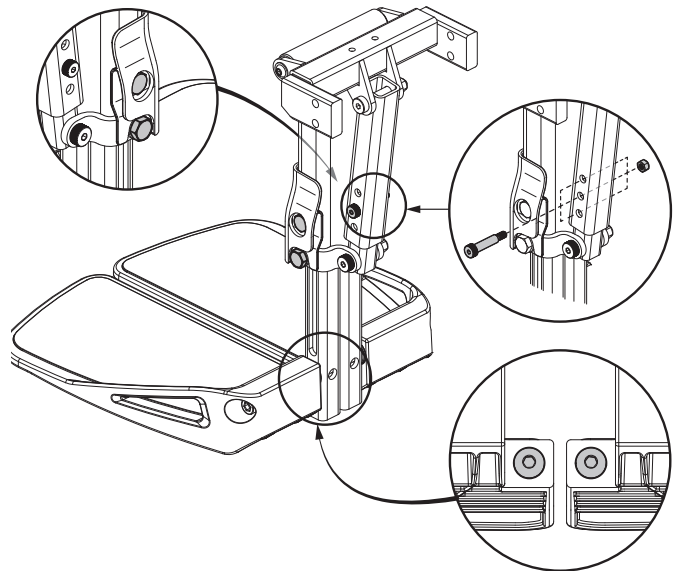

Bild 12. Einstellung der Fußplattform
1. Entfernen Sie die Hardware von der Fußplattformhalterung. **Siehe Abbildung 12.**
1. Klappen Sie die Fußplattform hoch und suchen Sie die Schraube. **Siehe Abbildung 12.**